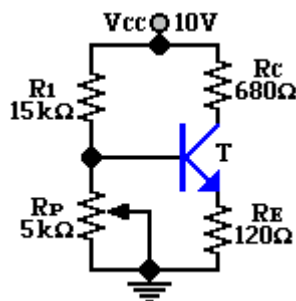

Figura 5.3
2. Encuentre los puntos de operación del circuito de la figura 5.3 para $R_P = 0k\Omega$, $2.5k\Omega$ y $5k\Omega$, (para el valor de $\beta = h_{FE}$ refiérase al apéndice B).
4. Arme el circuito de la figura 5.3.